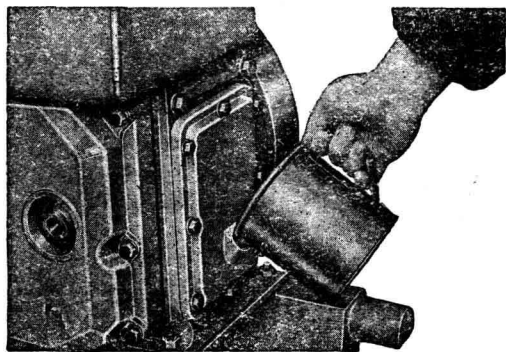
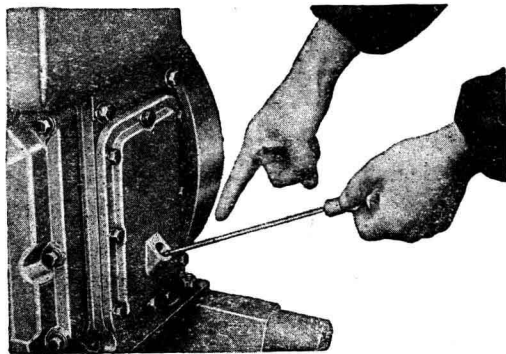

图 1 加机油
图 2 用油标尺测量油面高度
2. 拔出油标尺，将清洁的润滑油注入曲轴箱（图 1 ）。加入的机油量 约2.5公斤，使曲轴箱油面处于油标尺上两条刻线的中间（图 2 ）。注意：加油时不得超过上刻线，正常运转时不得低于下刻线。